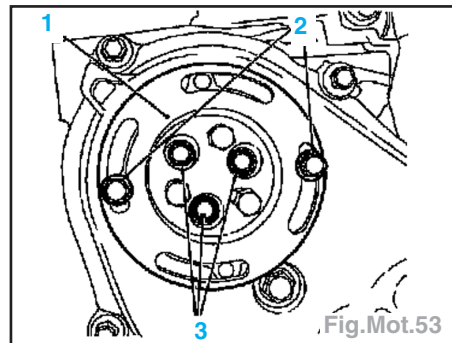

Fig.Mot.53
- Fixer le pignon avec l'outil KM-J-43651 (1), le reposer sur le carter à l'aide des 2 vis de l'ouverture de service et déposer les trois vis (3) (Fig.Mot.53).